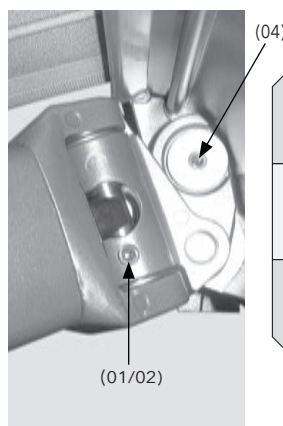

Fig. 13: support de bras articulé - vis pointe
Dérouler le store aux deux tiers de son avancée. Retirer la vis pointe de réglage de l'inclinaison (01) à l'aide de la clé 6 pans SW4. Passer la clé six pans SW3 par le trou taraudé pour atteindre la deuxième vis pointe (02) se trouvant à l'arrière, au niveau de l'articulation puis serrer/desserrer cette vis pointe jusqu'à obtention du positionnement correct des bras à l'horizontale (Fig. 13, 14).
Verrouiller le réglage de l'inclinaison en serrant à fond la vis pointe (04) à l'aide de la clé Allen SW3 (voir fig. 13).